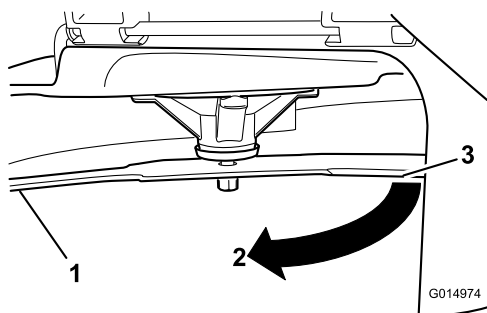

Bild 76
3. Zwischen Messer und Oberfläche gemessener Abstand (A)
4. Drehen Sie dasselbe Messer um 180 Grad, sodass die andere Schnittkante jetzt in derselben Stellung ist (**Bild 76**).